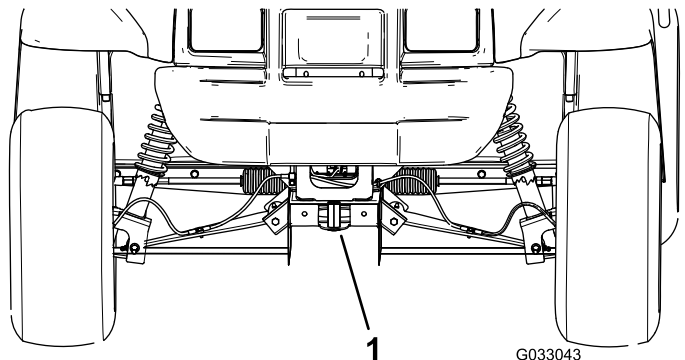

Figure 19
- Le point de levage avant de la machine est situé à l'avant du cadre, derrière la flèche d'attelage (Figure 19).